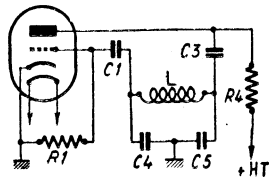

Fig. XX-8
Un autre oscillateur très utilisé en télévision est le Colpitts, dont le schéma est donné par la figure XX-8. Les valeurs des éléments sont les mêmes que dans les autres schémas. Les éléments nouveaux sont C3 = 25 pF,
Dans le cas du Colpitts (figure XX-8), la fréquence est encore donnée par la formule (6),  $C$  étant égal à la mise en série des capacités C4 et C5.